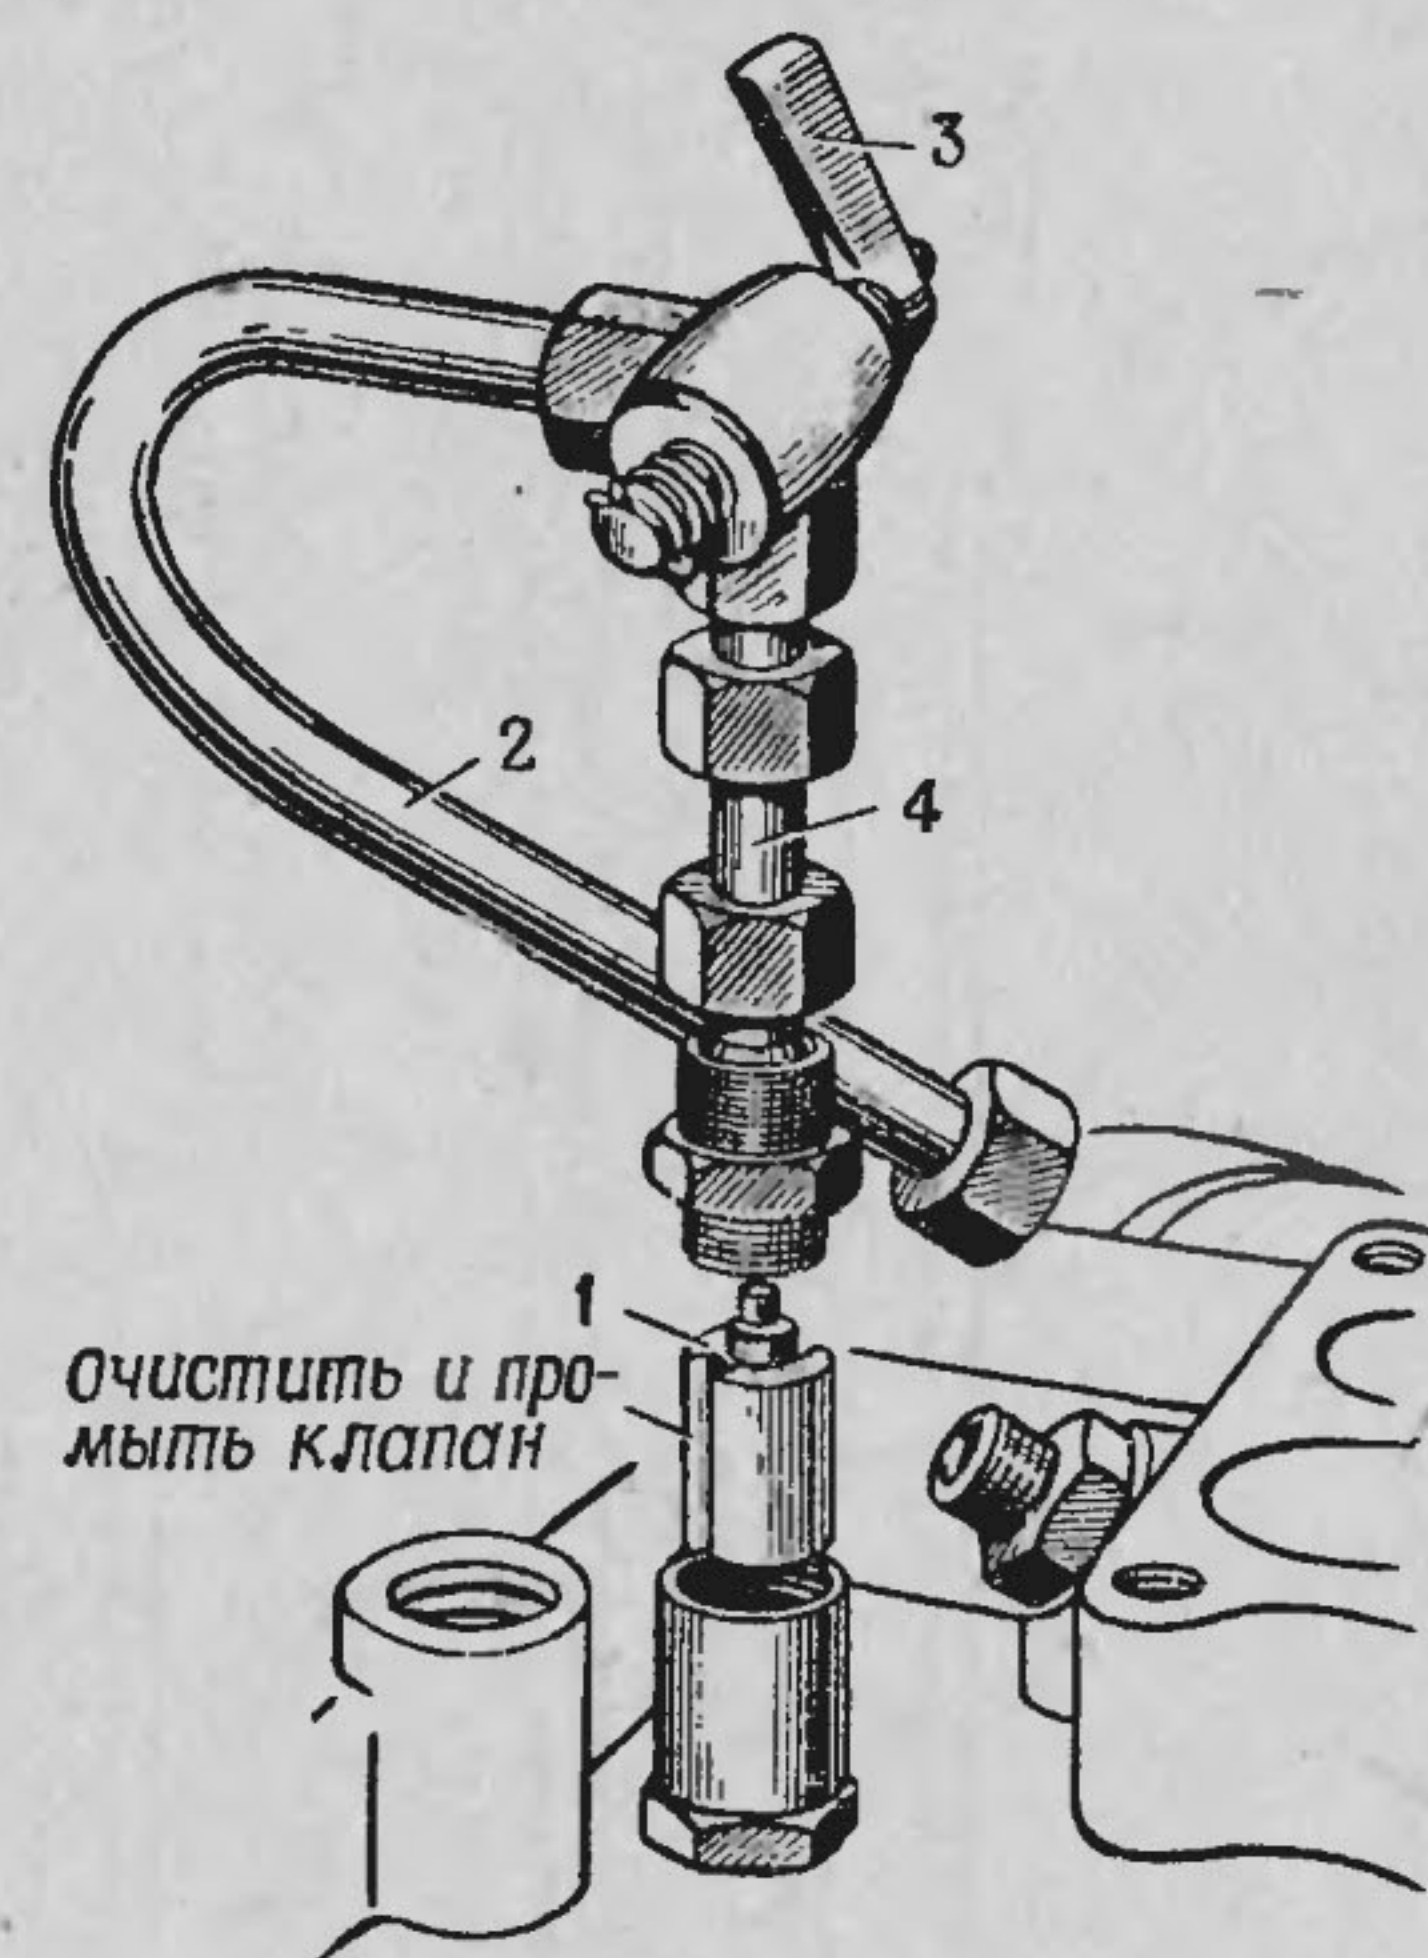

Рис. 23. Очистка и промывка клапана вентиляции картера двигателя:
3. Снять, очистить и промыть клапан 1 (рис. 23) системы вентиляции картера двигателя.